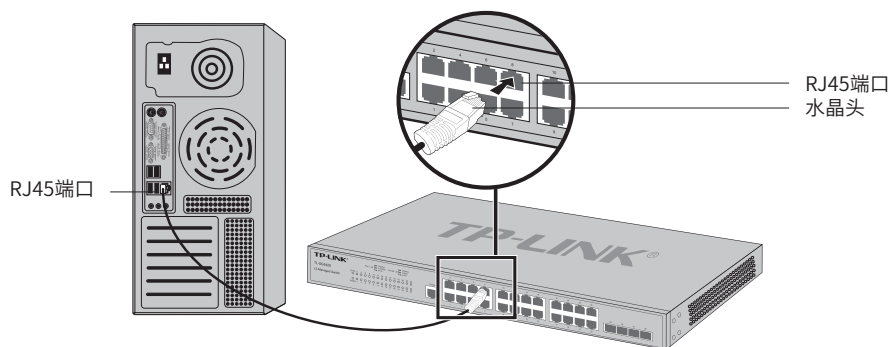

图3-1 RJ45端口连接示意图
1. 将网线一端连接到交换机, 另一端连接到对端设备, 如图3-1所示;